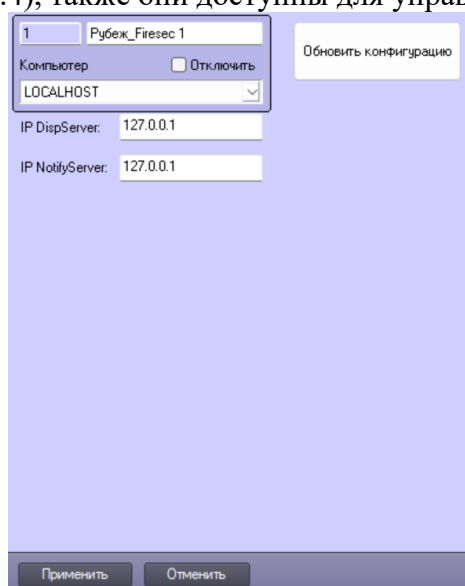
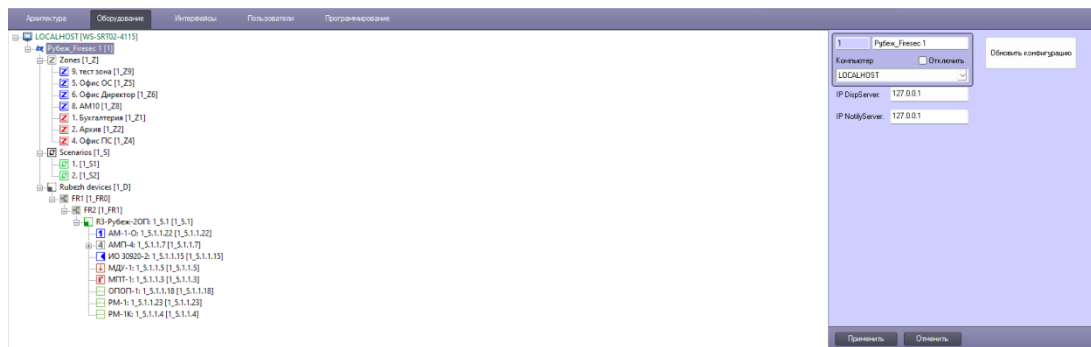

Рисунок 30.3
Рисунок 30.4
6) Нажать кнопку «Обновить конфигурацию», чтобы загрузить конфигурацию с сервера ПО FireSec и построить дерево объектов (рисунок 30.3). После этого все устройства, зоны и сценарии будут интегрированы в ПК «Интеллект», с них будут приходить события (рисунок 30.4), также они доступны для управления.